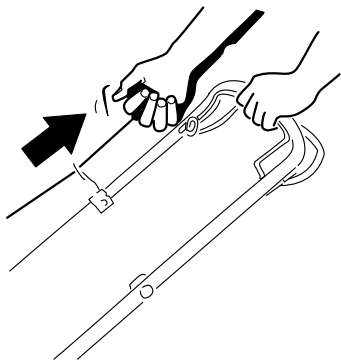

Figuur 17
1. Druk de bedieningsstang van het maimes tegen de handgreep en houd deze positie vast (Figuur 17).